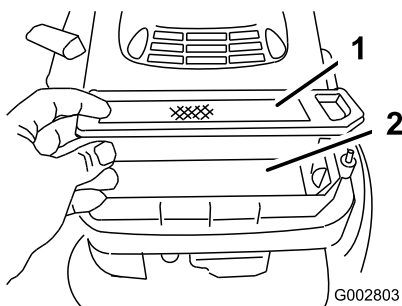

Figura 24
5. Retire e inspeccione el filtro de aire de papel (Figura 24), y deséchelo si está excesivamente sucio.